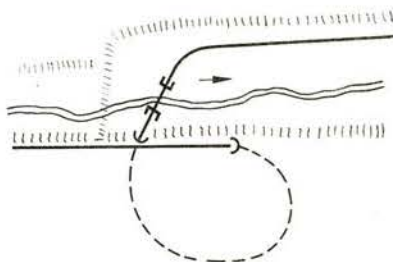

Bild 1 Kehrtunnel
Wir kennen einen in der Zwei-Schienen-Technik unangenehmen Begriff: die Wende- oder Kehrschleife. Heute wollen wir nicht die Schwierigkeiten betrachten und die Möglichkeiten, ihrer Herr zu werden, sondern das Für und Gegen dieser Bezeichnungsweise erörtern. Da gibt es z. B. bei der Eisenbahn den Begriff des Kehrtunnels. Bekanntlich dient ein Kehrtunnel dazu, eine Talstufe zu überwinden. Es handelt sich um eine künstliche Streckenverlängerung (Bild 1).
- Bild 1 Ansicht des Empfangsgebäudes vom Bahnhof Rosenthal